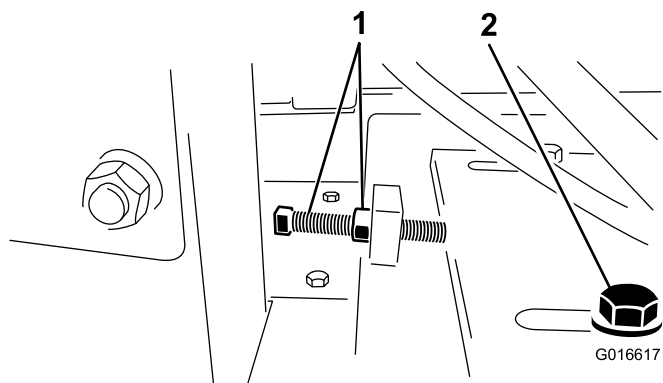

Figura 18
4. Afloje el perno tensor de la correa y la contratuerca, y mueva el motor hacia la carcasa del volante para aflojar la correa (Figura 18).